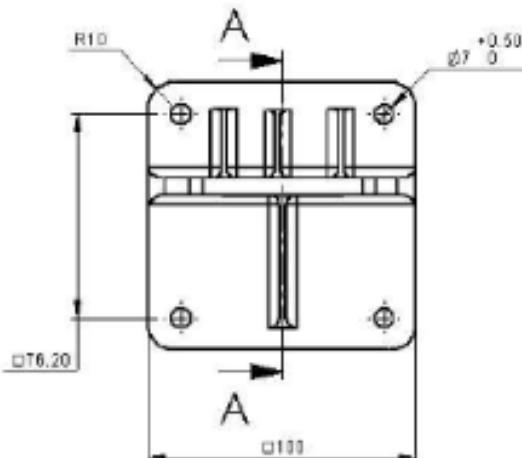

Рисунок 1: Наклонная крепежная база - вид сзади
- Поместите наклонное крепление (рис. 1) в указанное местоположение и закрепите его четырьмя винтами через четыре отверстия диаметром 0,28 дюйма (7 мм). В наклонном креплении находятся четыре невыпадающих винта с пружинными шайбами. На следующем рисунке показано расположение четырех отверстий для винтов и шайб.